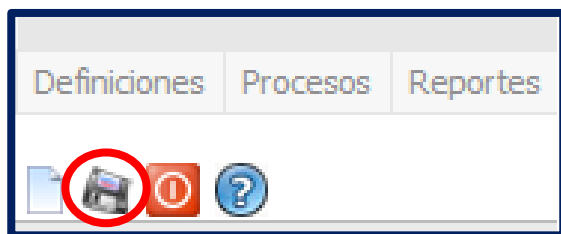

Imagen 24: Icono Guardar de la Barra de Herramientas.
13.- Por último, una vez que se tiene ya configurado el inventario se le debe hacer clic en el **Icono “Guardar”** (imagen 24), el cual se encuentra resaltado dentro de un círculo de color rojo, el cual está ubicado en la **barra de**